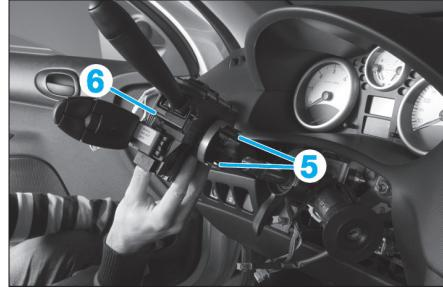

Fig. 5
- Déclipper les pattes de verrouillage (5) du contacteur spirale (6) à l'aide de l'outil [1] (Fig.5).
- Déposer le contacteur tournant (6) (suivant flèches).